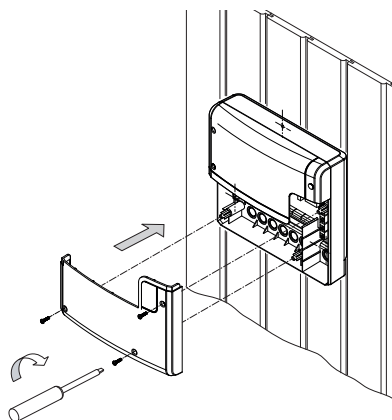

**Abb. 2**
Die Bohrungen für die mitgelieferten Holzschrauben 4 x 25 mm werden entsprechend den in Abb. 2 angegebenen Maßen angebracht.
2. In die obere mittlere Bohrung drehen Sie eine der Holzschrauben. An dieser Schraube wird das Leistungsteil eingehängt. Lassen Sie zu diesem Zweck die Schraube ca. 3 mm herausstehen (Detail in Abb. 2).